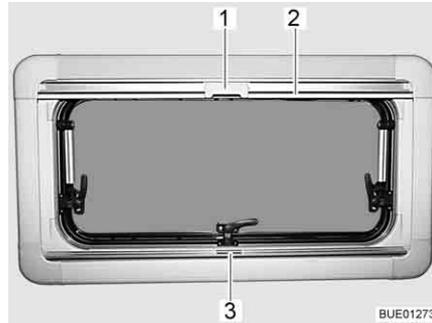

Fig. 63 Ventana abatible
- Sujetar el estor plegable por el centro del agarradero (Fig. 63,3), tirar de abajo a arriba y soltarla a la altura deseada. El estor plegable se queda fijo a esta altura.
- Tirar del agarradero de la mosquitera enrollable (Fig. 63,2) hacia abajo hasta que choque con el agarradero del estor plegable (Fig. 63,3).
- Bloquear el cierre (Fig. 63,1) de la mosquitera enrollable con el agarradero del estor plegable.
- Empujar hacia atrás el cierre (Fig. 63,1) de la mosquitera enrollable por arriba.
- Regresar la mosquitera enrollable lentamente en el agarradero (Fig. 63,2).